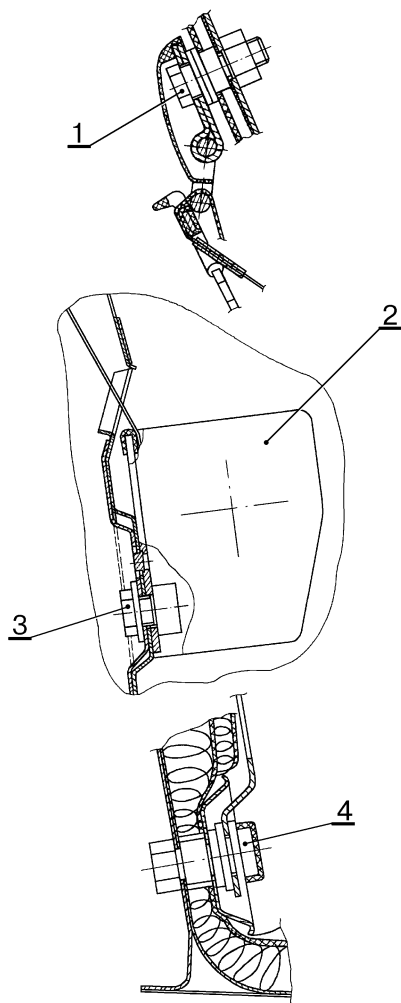

Рис.1. Крепление ремня безопасности 2114-8217020/021 переднего правого/левого на автомобиле ВАЗ-2108.
- 1.3 Отвернуть болт 1, рис.1, крепления скобы ремня на центральной стойке (ключ 17 кольцевой).